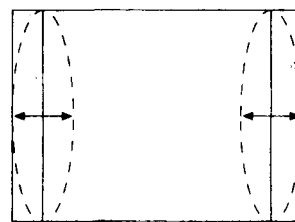

Fig. 4
- d) Ajustar E-W PARABOLA para obtener el mismo resultado que la Fig. 4.